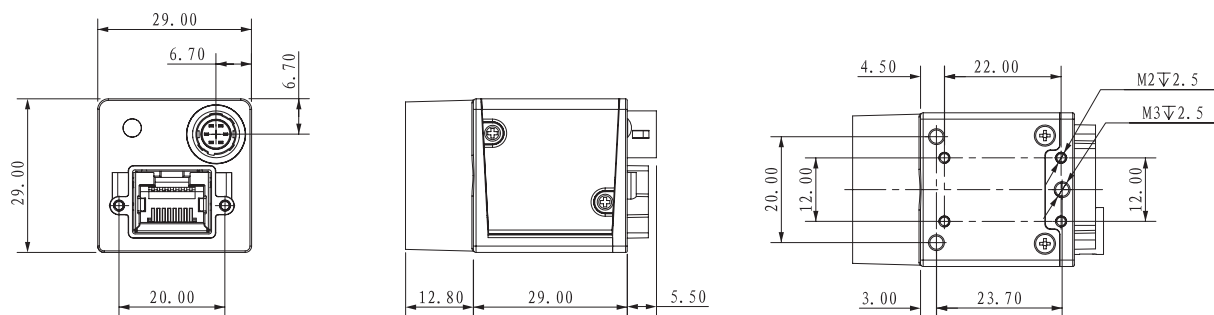

图 1-2: 29 * 29 * 29mm 外壳的 GigE 相机的物理尺寸（不带 POE）。
■ 29 * 29 * 29mm 千兆网相机尺寸图如图 1-2 所示。